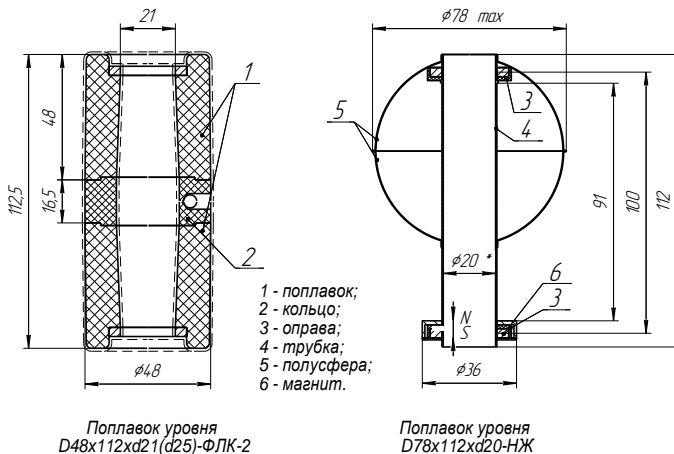

Рисунок 9
2.3.3 В основном, в ПМП применяются поплавки уровня двух видов (рисунок 9):